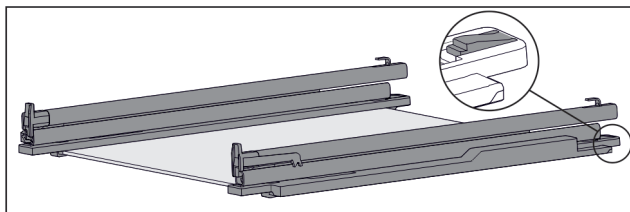

Fig. 95 Glasplade med skinner og holdedele
- ▶ Tryk den bageste del af holdedelen ned (se Fig. 95), og skub samtidigt skinnen bagud.